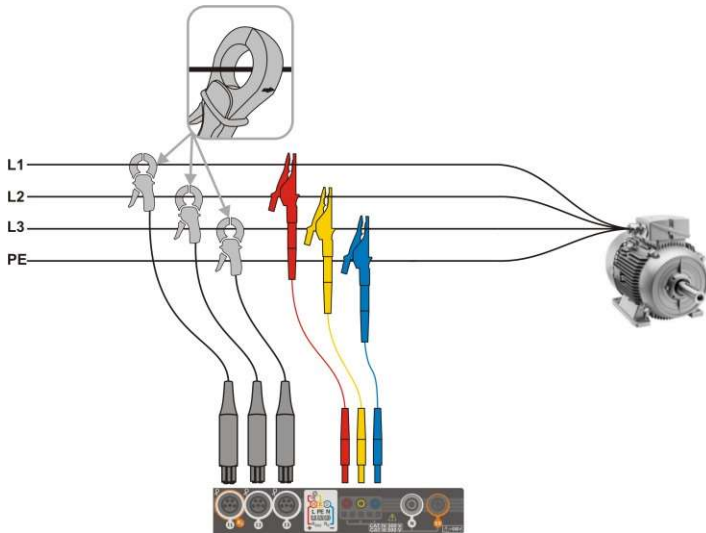
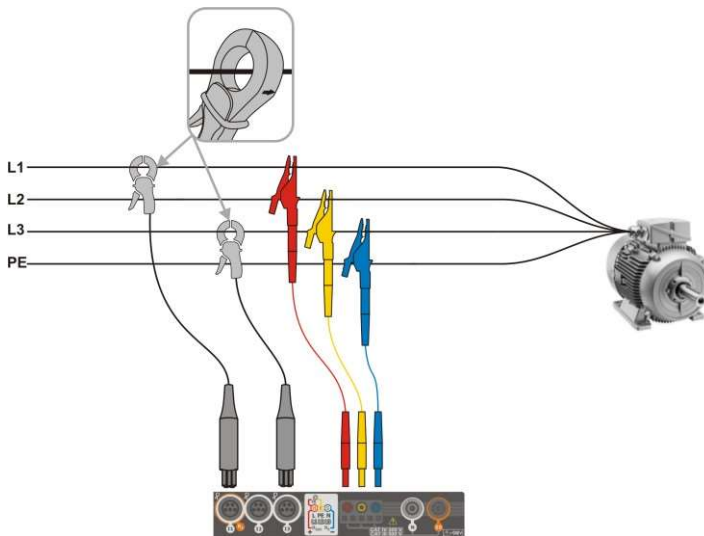

Fig. 5.6 Bedradingsdiagram – 3-fase met drie spanningsdraden
Fig. 5.7 Bedradingsdiagram – 3-fase met drie spanningsdraden (meting van stromen volgens de Aron-methode)
- 3-fase 3-draads (Fig. 5.6, Fig. 5.7).
In driedraads AC systemen kan de stroom worden gemeten volgens de Aron-methode (fig. 5.7), die slechts twee klemmen gebruikt die lineaire stromen I_{L1} en I_{L3} meten. I_{L2} stroom wordt berekend aan de hand van de volgende formule: